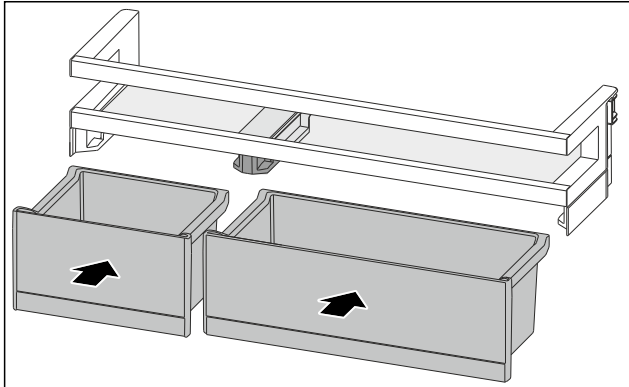

Fig. 155
- Installer les VarioBoxes dans l'agencement inverse. (voir Fig. 155)